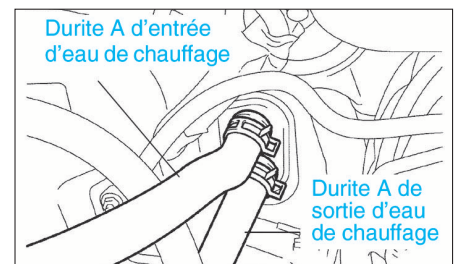

FIG. 13
- A l'aide d'une pince à becs fins, écarter les colliers puis débrancher les canalisations d'entrée et de sortie de liquide de refroidissement (A) (fig. 13).